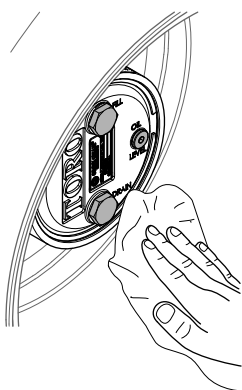

Figura 108
3. Limpe as estruturas do travão e da engrenagem planetária (Figura 108).